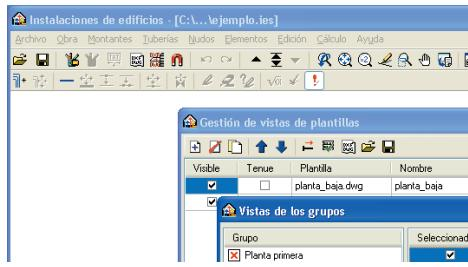
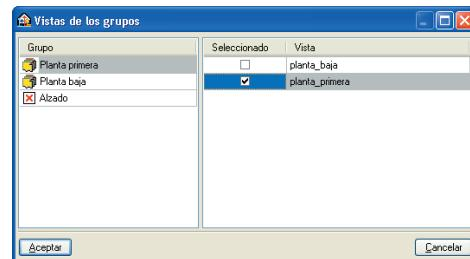

Fig. 4.2
Fig. 4.3
- Asigne al grupo **Planta baja** la vista **planta_baja** (Fig. 4.2) y al grupo **Planta primera** la vista **planta_primer** (Fig. 4.3).